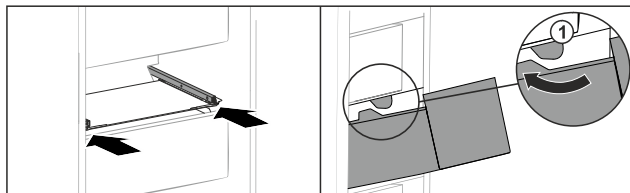

Fig. 156
- ▶ Predal speljite okrog zaustavljalnikov Fig. 156 (1).